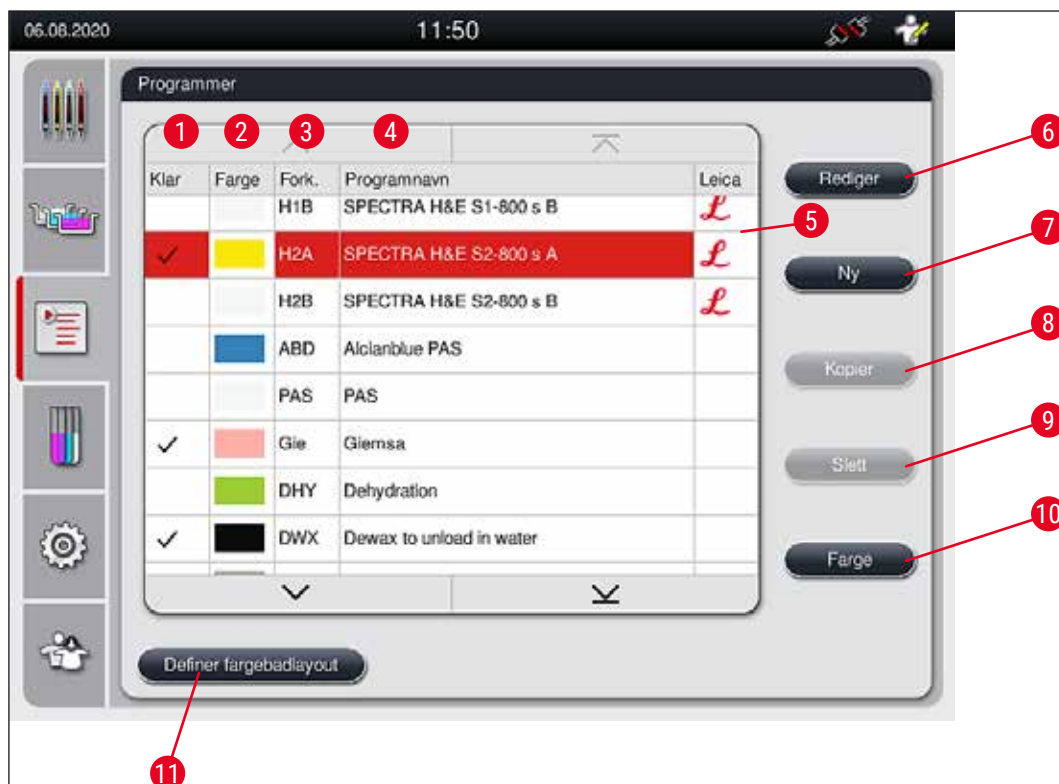

Fig. 41
- Du tilordner en stativhåndtaksfarge til et program ved å trykke på det aktuelle programmet i programlisten (→ "Fig. 41") for å velge det.
Noen Leica fargingsprogrammer kan brukes parallelt med forskjellige innstillinger (fargeintensitet, ovnstrinn) (→ S. 68 – 5.9.3 Tilpassing av Leica H&E fargeprogram). Disse programmene er dobbelt forhåndsinstallert i programlisten (→ "Fig. 41"). For å skille mellom disse dobbelt forhåndsinstallerte Leica H&E fargingsprogrammene vises forkortelsene S1A og S1B eller S2A og S2B i programlisten. Disse programmene inneholder nøyaktig de samme programtrinnene. Dersom to identiske programmer integreres i fargebadlayouten, må man også skanne og fylle to identiske Leica fargingssett.